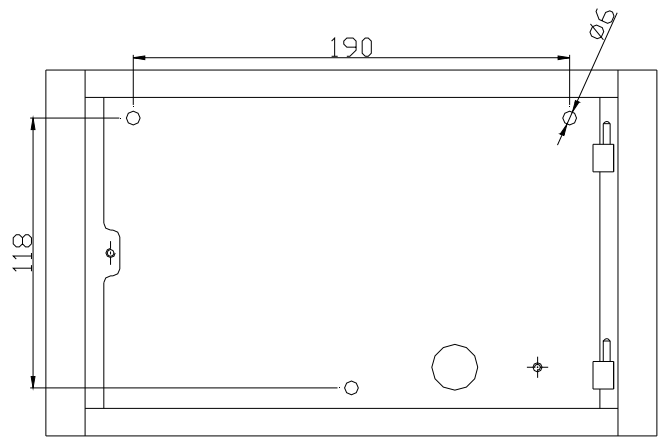

图 3-2 安装尺寸图
- 2) 安装尺寸如图 3-2 所示。
- 1) 固定中继模块机箱：将机箱用螺钉固定到墙壁或其指定安装位置。安装尺寸图见(图 3-2)。